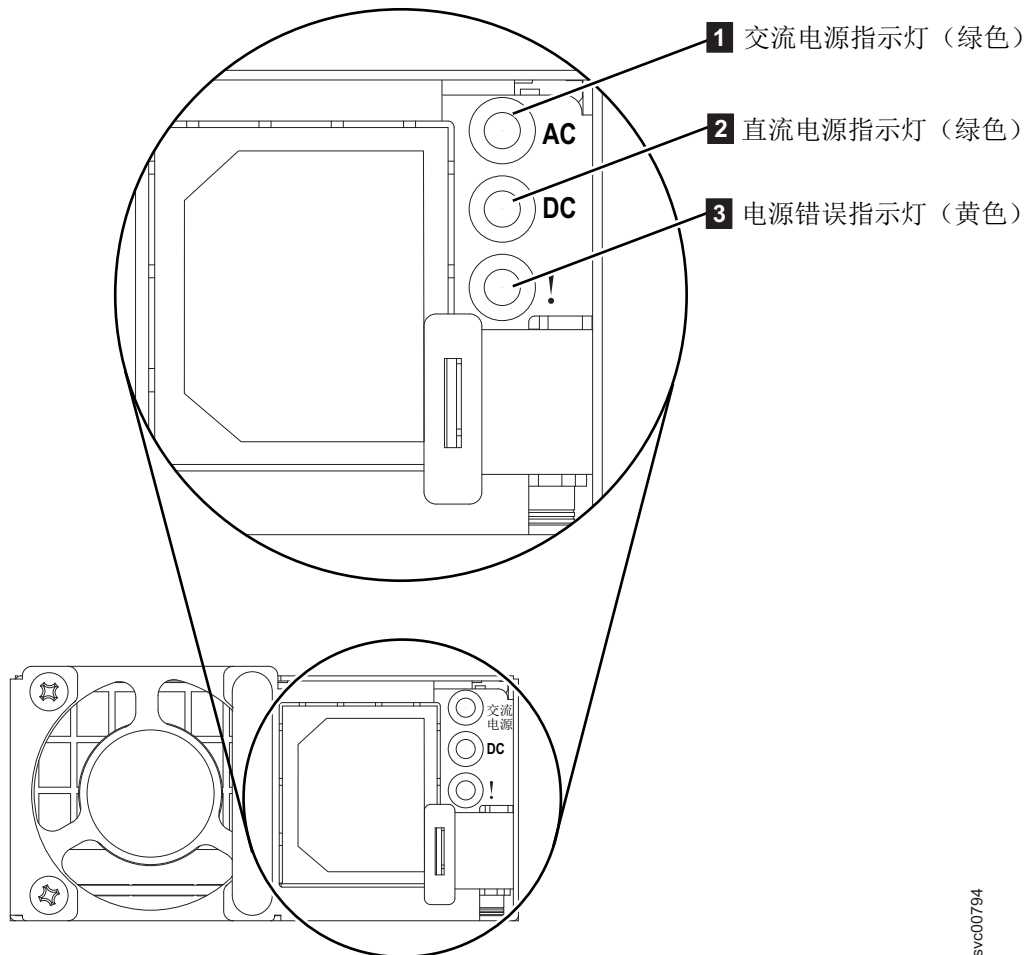

图 40. SAN Volume Controller 2145-DH8后部面板上的交流电源、直流电源和电源错误指示灯
电源组合件后部的交流电源指示灯是否点亮？ 第 250 页的图 40 显示了 SAN Volume Controller 2145-DH8后部面板上电源组合件后部的交流电源指示灯 **1**、直流电源指示灯 **2** 和电源错误指示灯 **3** 的位置。
**SAN Volume Controller 2145-DH8电源后部的电源错误指示灯是否点亮？** 图 40 显示了电源错误指示灯 **3** 的位置。